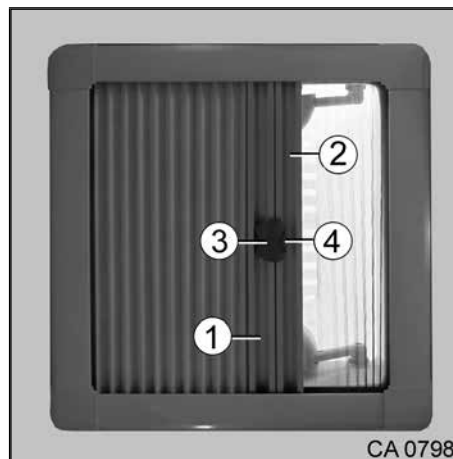

Fig. 57 Stores sur le lanterneau
1. Déplacer le store occultant (Fig. 57, pos. 1) ou le store moustiquaire (Fig. 57, pos. 2) en le tenant aux poignées.
2. Accoupler les deux stores avec la poignée (Fig. 57, pos. 3).
3. Pour les désaccoupler, appuyer sur le bouton (Fig. 57, pos. 4) et faire basculer la poignée (Fig. 57, pos. 3).
4. Détacher le store moustiquaire (Fig. 57, pos. 2) du store occultant (Fig. 57, pos. 1).